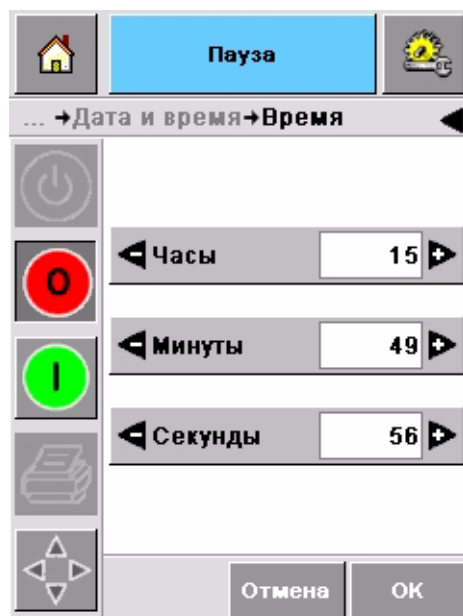

рисунок 3-9: Установка времени для системы CLARiTY
- 9 Нажмите кнопку «Time» (время), чтобы установить время. Появится страница установки времени, как показано на Рисунок 3-9.